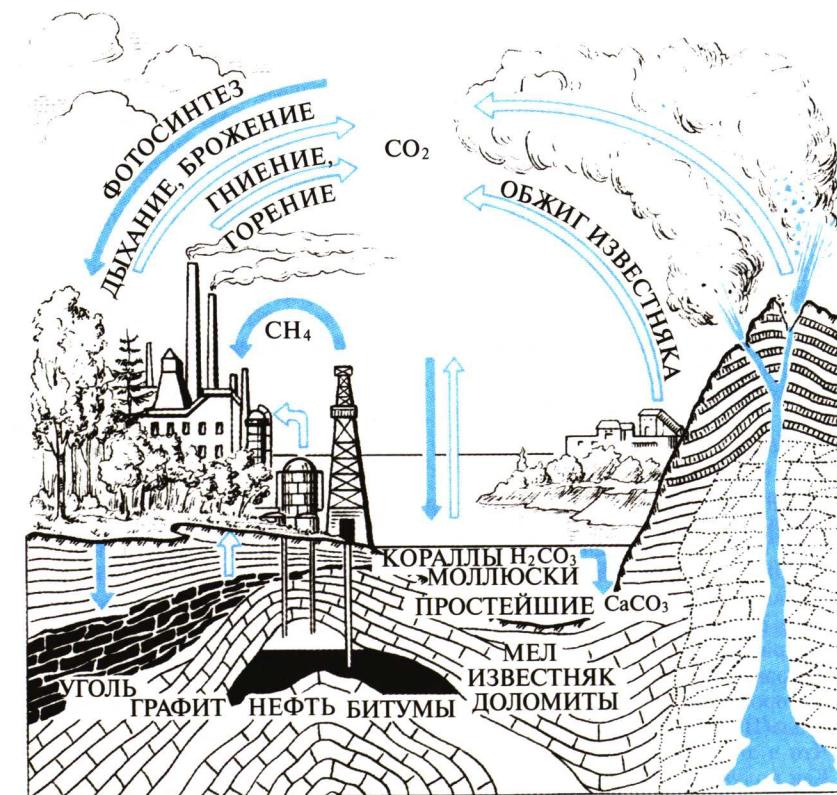

Рис. 27. Круговорот углерода в природе
ре увеличивается медленно. Это объясняется тем, что оксид углерода(IV) участвует в фотосинтезе и атомы углерода снова переходят в состав органических веществ растений. Многие из них употребляются в пищу животными и человеком. Так происходит непрерывный круговорот углерода в природе (рис. 27).
22. Используя рисунок 27, составьте уравнения химических реакций, которые происходят при круговороте углерода в природе.